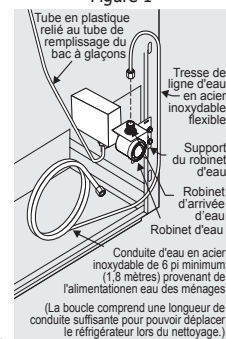

Figure 2
- Si vous utilisez un tube en acier inoxydable flexible tressé** - L'écrou est déjà assemblé sur le tube. Faites glisser l'écrou sur l'entrée de la vanne et serrez à la main l'écrou sur la vanne. Serrer un autre demi-tour avec une clé; Ne pas trop serrer. Voir la figure 2.